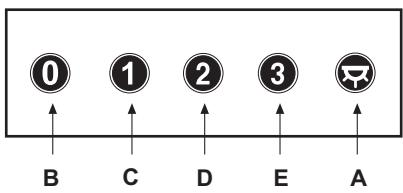

Fig.6
• **Comandi:(Fig.6) meccanici** la simbologia è di seguito riportata: